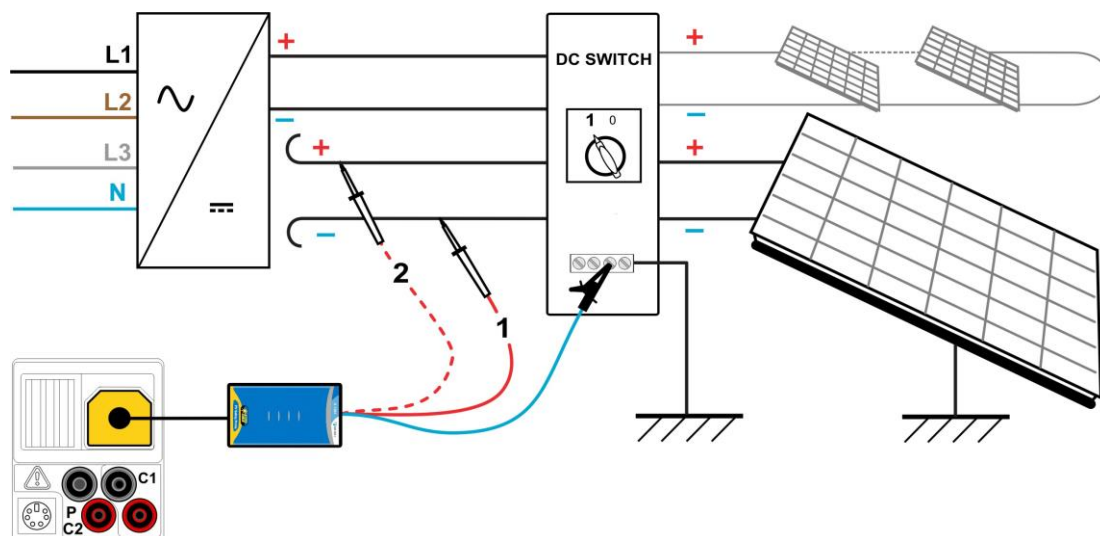

Abbildung 6.2: Anschlüsse zur Messung des Isolationswiderstands an PV-Systemen
- ❑ **Schließen** Sie die PV-Sicherheits-Sonde an das Prüfgerät an (siehe Abbildung 6.2).
- ❑ **Schließen** Sie die Zubehörteile an das PV-System an (siehe Abbildung 6.2).
- ❑ **Schließen** Sie die DC+-Leitung erneut an (siehe Abbildung 6.2).